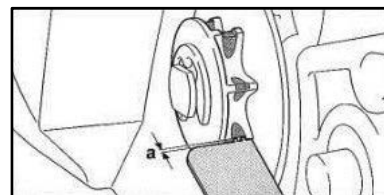

Fig. 8
### Verificarea roții de lanț (Fig. 8)
4. Măsurați adâncimea canelurii roții de lanț cu ajutorul unui instrument de măsurare a adâncimii. (Fig. 8)